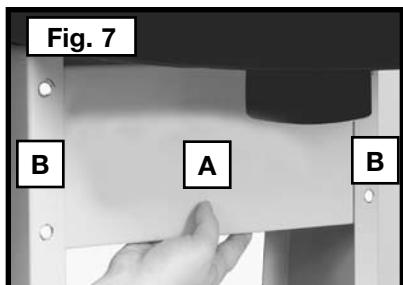

Fig. 7
1. Coloque el soporte (A) Fig. 7 dentro de los dos soportes laterales (B).